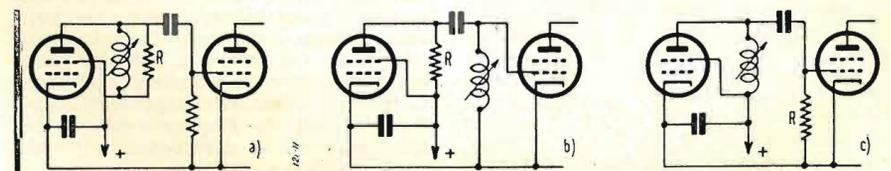

Fig. 2. - Circuiti equivalenti di smorzamento con resistenza.
- 1) Smorzando notevolmente i circuiti oscillanti, mettendo in parallelo ad essi resistenze di valore piuttosto basso (da 3 fino a 15 kohm il cui valore dipende dalla frequenza, dall'impedenza di ingresso e di uscita ad essa frequenza legate, dal guadagno che si intende avere, dallo stadio, in compromesso con la larghezza di sintonia ecc. (vedi fig. 2). Di questi circuiti quello fig. 2b) pur essendo usato ancora in molti ricevitori è il meno consigliato a causa del fruscio termoelettronico che si manifesta nella resistenza R a causa della corrente della valvola in essa circolante.